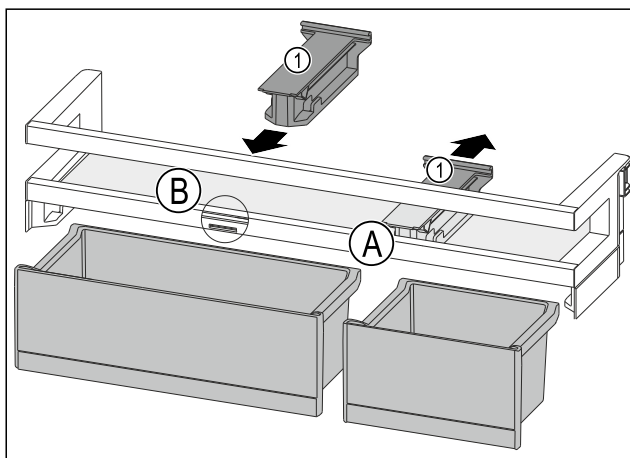

Fig. 80
- Tirare l'elemento di tenuta Fig. 80 (1) all'indietro per portarlo in posizione Fig. 80 (A).
- Inserire l'elemento di tenuta Fig. 80 (1) in posizione Fig. 80 (B).